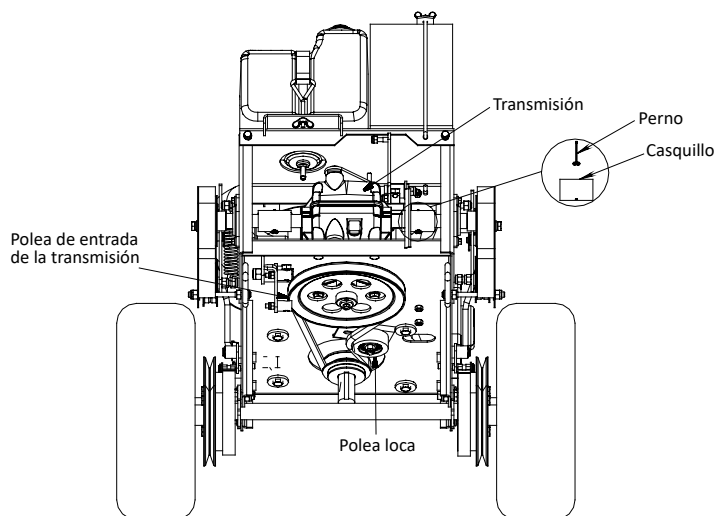

FIG 13.
- Finalmente, apriete los pernos M6×16 del cojinete de conexión izquierdo y derecho y los pernos hexagonales del eje interno. (Ver FIG 13)